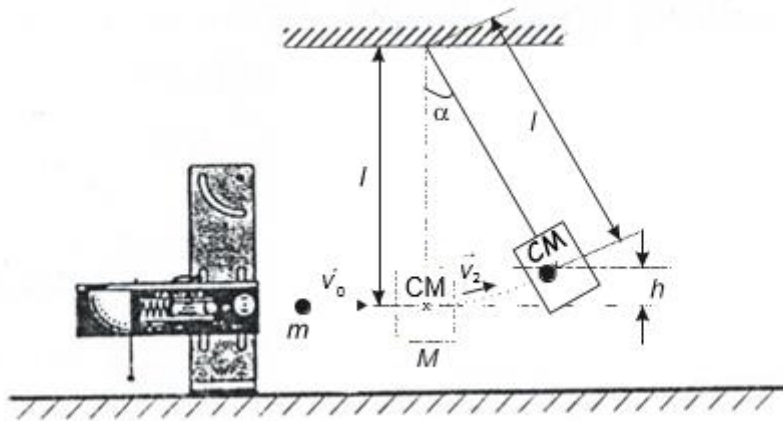

Figura 4. Esquema da montagem experimental (experiência C).
1. Serão as equações (1) e (2) aplicáveis ao movimento de um projétil de longo alcance? Assuma a ausência de atrito. Justifique, sucintamente, a sua resposta.
2. Elimine a variável t das equações (1) e (2) e obtenha uma nova equação para o alcance x .
3. Utilizando a equação (3), determine θ_{max} supondo que $y_i - y_f = 0,2 \text{ m}$ e $v_0 = 3 \text{ ms}^{-1}$.
5. Deduza a equação (6) a partir das equações (4) e (5).
7. Deduza a relação entre h , o comprimento do pêndulo, l , e α , tendo em conta a Figura 4, bem como o respetivo erro associado, utilizando a fórmula de propagação dos erros.
8. Utilizando a equação (6) e recorrendo à teoria de propagação dos erros, determine a equação para o erro associado à velocidade inicial, v_0 .